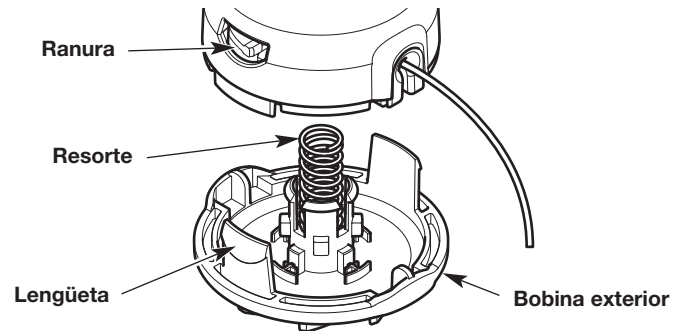

Fig. 24
3. Instale el resorte en la bobina exterior (Fig. 24).
6. Alinee las lengüetas de la bobina exterior con las ranuras de la cubierta de la bobina (Fig. 24).